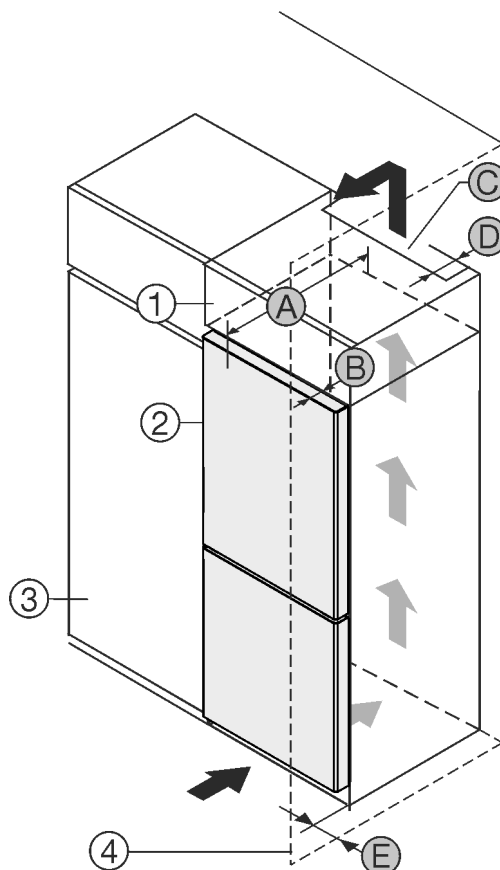

Fig. 1
- (1) Viseći ormar
- (2) Uređaj
- (3) Kuhinjski ormar
- (4) Zid
- (A) Dubina uređaja
- (B) Dubina vrata
- (C) Ventilacijski presjek
- (D) Udaljenost od stražnje strane uređaja
- (E) Udaljenost od bočne strane uređaja
Uređaj možete postaviti neposredno pored kuhinjskog ormara Fig. 1 (3).
Na stražnjoj strani visećeg ormara treba postojati otvor za odzračivanje dubine Fig. 1 (D) po cijeloj širini visećeg ormara. Ispod stropa prostorije treba poštovati ventilacijski presjek Fig. 1 (C).
Kada se uređaj postavlja s okovima pored zida Fig. 1 (4), razmak između uređaja i zida mora iznositi najmanje 13 mm.
Kada se uređaj postavlja s okovima pored zida Fig. 1 (4), razmak između uređaja i zida mora iznositi najmanje 20 mm.
Kako biste vrata mogli potpuno otvoriti, uređaj mora biti za dubinu vrata Fig. 1 (B) ispred u odnosu na prednjicu kuhinjskog ormara. Ovisno o dubini kuhinjskih elemenata Fig. 1 (3) i uporabi zidnih odstojnika, uređaj može i dalje stršati.